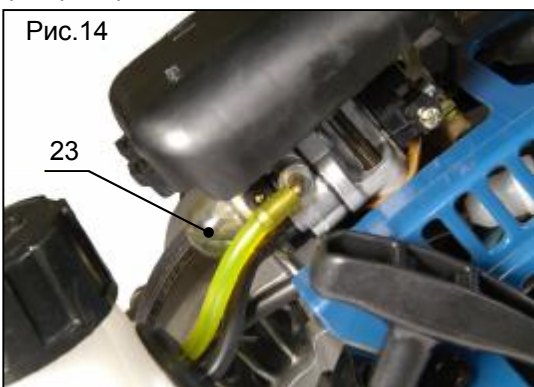

Рис.14
3. Нажимать на «резиновый» насос (поз.23, рис.14), пока топливо не начнет поступать через прозрачную трубку обратно в бак.